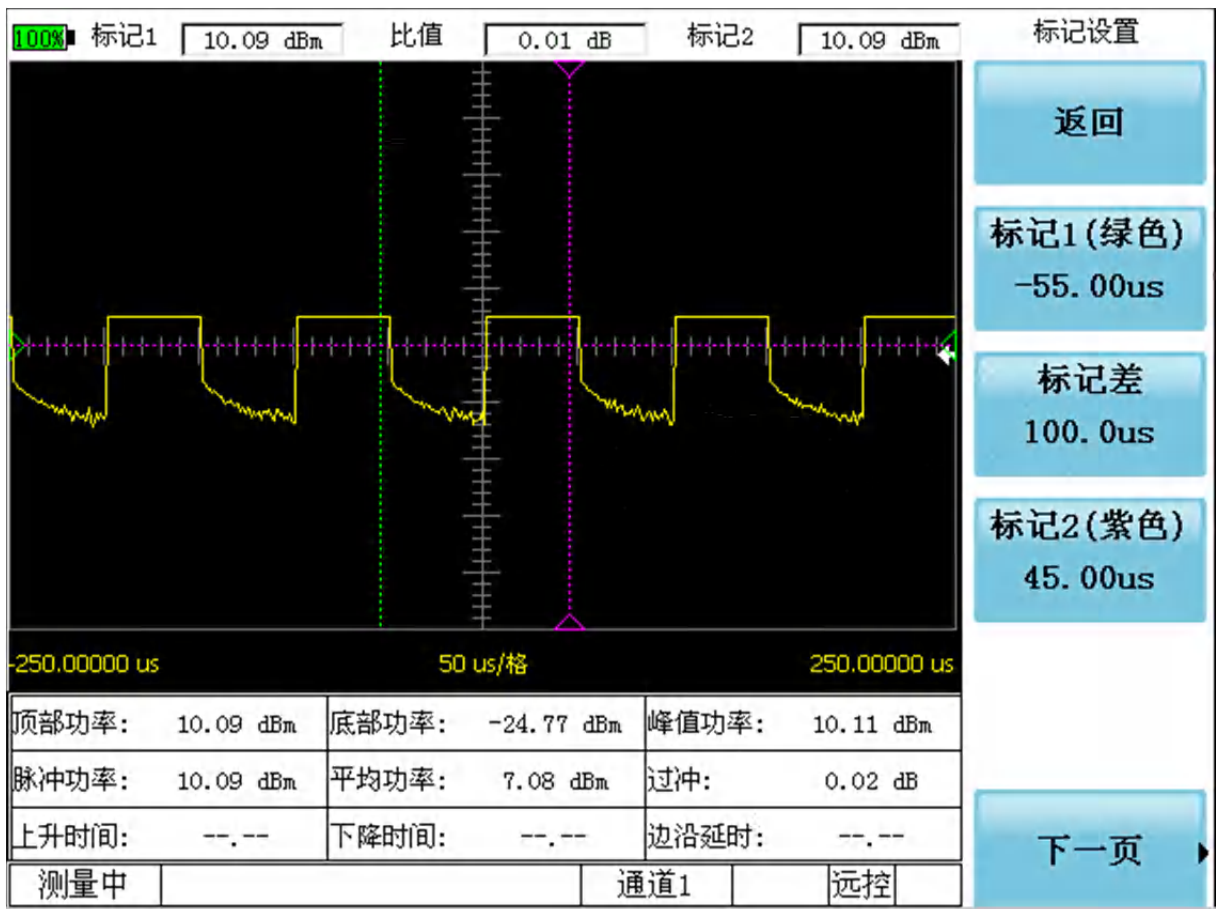

图 5-3 测量所得脉冲功率波形
- 9) 设置通道参数。首先按【通道】键，进入通道设置菜单，按[通道 1]软键，进入通道 1 设置菜单。打开通道 1 开关，此时将显示波形，如图 5-3 所示。从图中波形可知信号为周期性脉冲，下方的自动测量参数区可以读出信号的脉冲宽度为 50μs，脉冲频率为 10kHz，即脉冲周期为 50μs，峰值功率为 10.11dBm，同时还给出了信号底部功率、边沿延时等参数，由于时基较大，上升时间显示为 0。